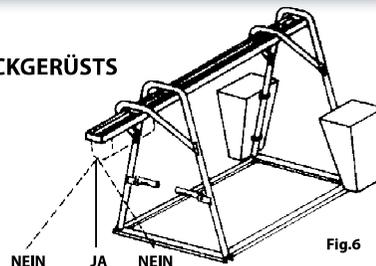

Fig.6
- Es ist unbedingt zu vermeiden, dass der Seilzug quer zur Vertikalen verwendet wird (Abb.6)